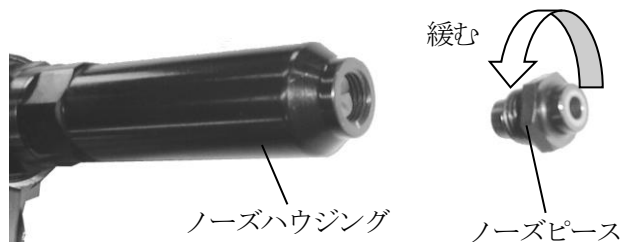

図7-12
- （1）スパナでノーズピースをノーズハウジングから取り外してください。（図7-12）